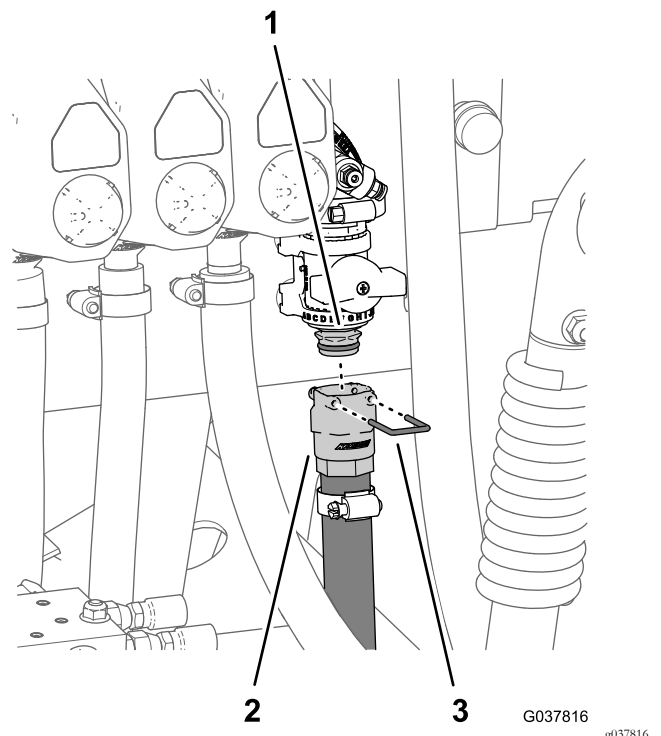

Bild 94
2. Befestigen Sie das Schnellkupplungsanschlussstück (Fassung) des Schlauchs am Schnellkupplungsanschlussstück des Flanschabstellventils (Bild 94).
3. Befestigen Sie die Schnellkupplungsanschlussstücke des Schlauchs und das Flanschabstellventil mit dem Halter, der dem Schnellkupplungsanschlussstück des Schlauchs beiliegt (Bild 94).